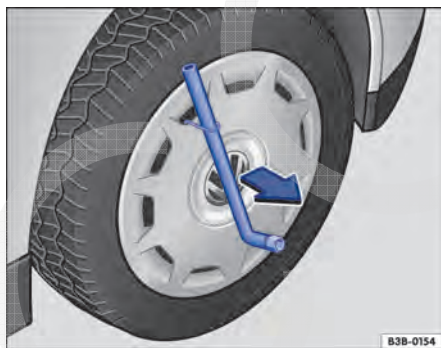

Fig. 148 Retirar a calota integral.
- Passar a chave de roda pelo gancho extrator ⇒ Fig. 148 e retirar a calota integral no sentido da seta.